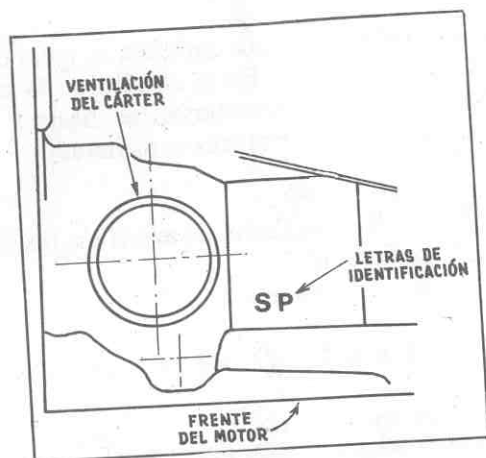

Fig. 1.— Debajo del número de motor, las letras SP identifican el modelo.
- c) En la zona del block donde se estampa el número de motor, al lado del tubo de ventilación del cárter (fig. 1), están grabadas las letras SP debajo del número.